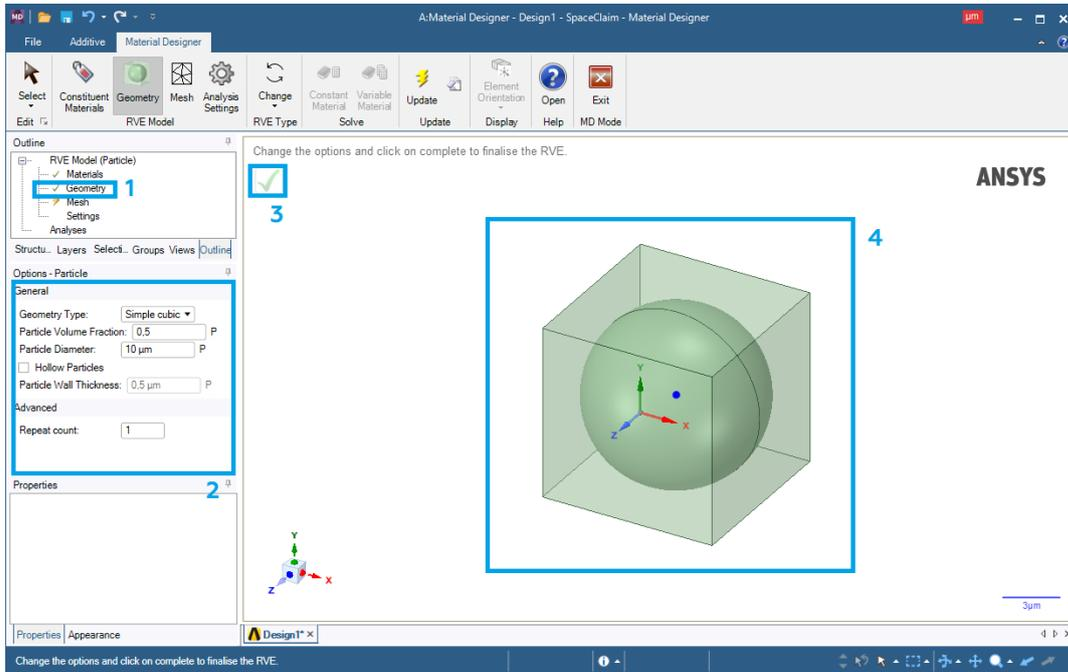

Рис. 9. Создание геометрии объемного элемента
6. Для создания геометрии объемного элемента (рис. 9) нажимаем ЛКМ на **Geometry** (1). После этого в левой панели настроек отобразятся настройки геометрии объемного элемента (2) (в зависимости от типа, выбранного объемного элемента настройки могут быть различны). Нажимаем на галочку (3) и на рабочем пространстве появится трехмерная модель сгенерированного объемного элемента (4).